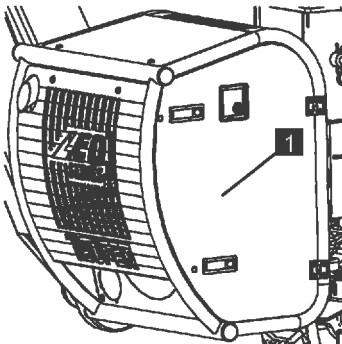

Abb. 177
1. Abdeckung (Abb.177/1) öffnen.